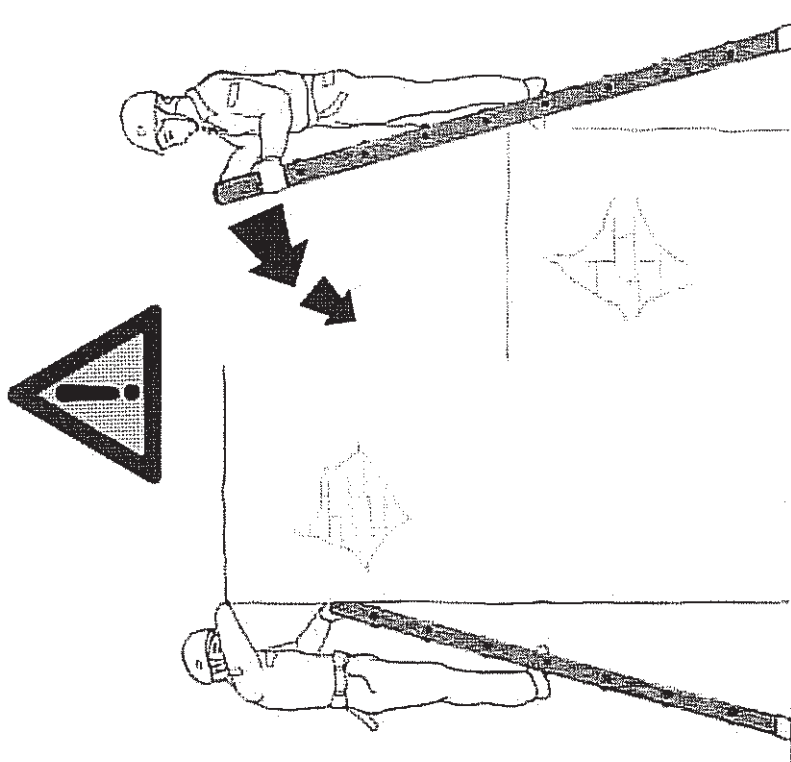

Fig. 16 - Lavoro troppo in alto/trappo in basso
- scegliere una corretta altezza della scala (fig. 16):